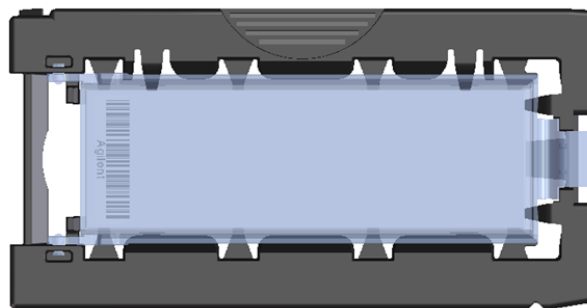

Figura 41 Portavetrini – chiuso con vetrino
- g** Chiudere il coperchio di plastica del vetrino, spingendo sull'estremità della linguetta fino a sentire un 'clic'. Vedere Figura 41.